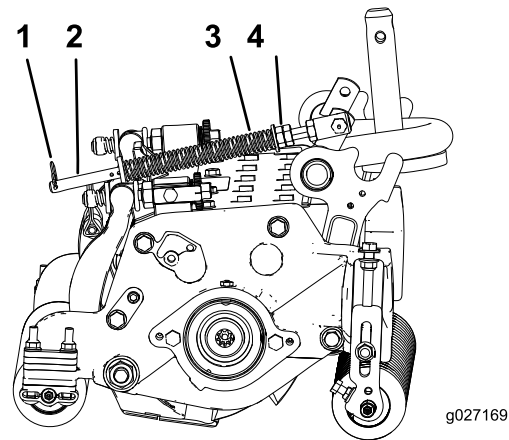

Figura 22
1. Certifique-se de que o contrapino do gancho está instalado no orifício traseiro na haste da mola (Figura 22).
2. Aperte as porcas sextavadas na extremidade dianteira da haste da mola até que o comprimento da mola em compressão seja de 15,9 cm (Figura 22).